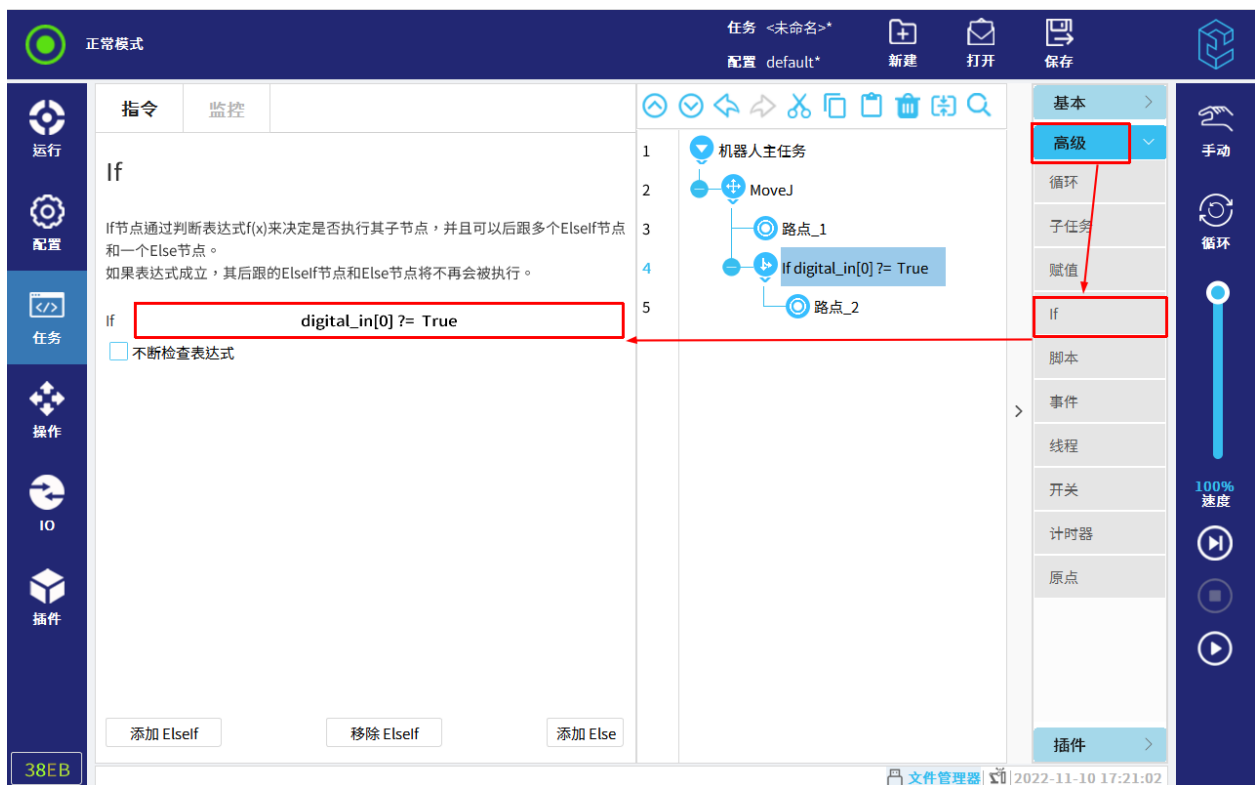

图 12-23 If
2. 点击任务树中的“if”，修改表达式，如图 12-23 所示。